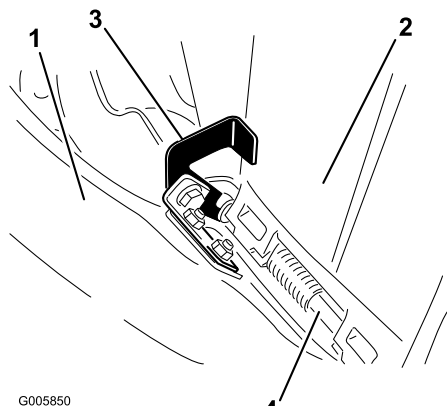

Figura 15
6. Sopra la guida di scarico, posizionate il fermo a guisa di gancio attorno all'asta di rotazione del deflettore, come illustrato nella Figura 15.